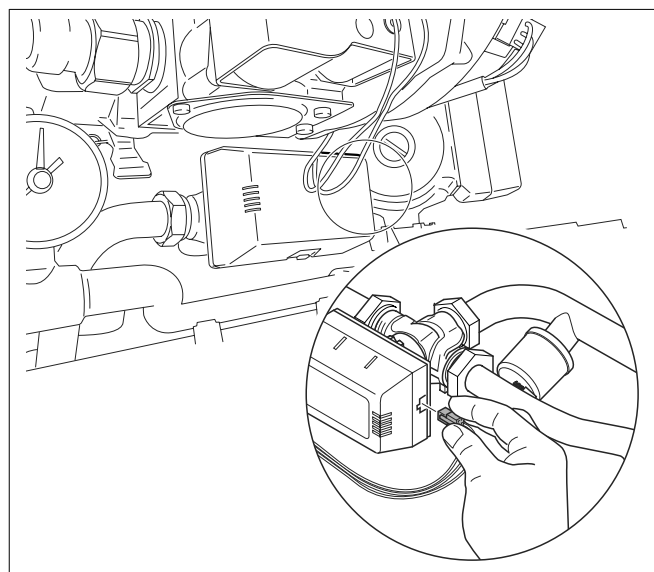

Fig. 66 Scoaterea fișei cablului de la motorul de acționare
- Scoateți fișa cablului ventilului cu trei căi din motorul de acționare (vezi Fig. 66).